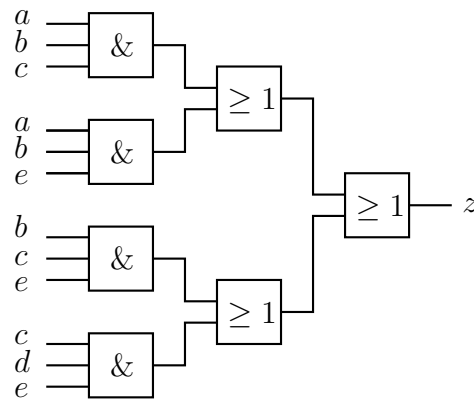

Abbildung 2: Implementierung von  $z$ .
- c) Gegeben sei die Logikfunktion  $z = abc + abe + bce + cde$ . Eine Implementierung der Schaltung mit 3-AND und 2-OR Gattern ist in Abbildung 2 dargestellt.
Hinweis: Die volle Punktzahl wird für eine Variante erreicht, welche höchstens genau so viele Gatter benötigt wie die Implementierung aus Abbildung 2. Für Varianten mit mehr Gattern können 3 Punkte erreicht werden. (5 Punkte)